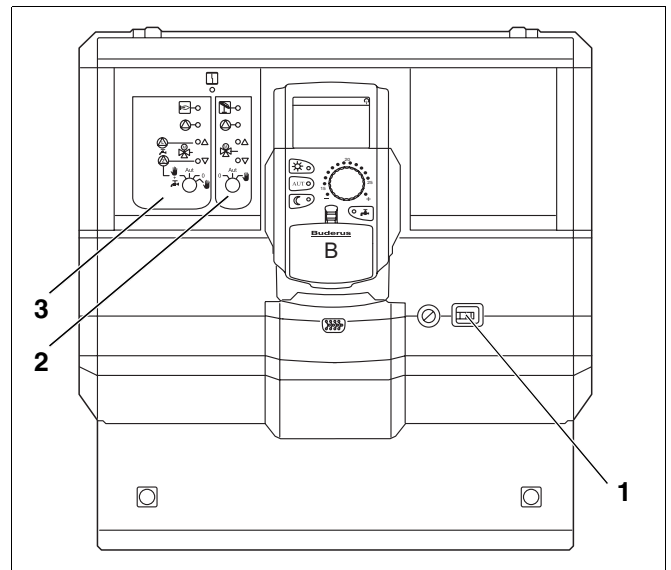

Рис. 1 Logamatic 4111
- Включите систему управления пусковым выключателем (рис. 1, поз. 1)
- Для отопительного контура 1 (при необходимости и контур горячей воды) (рис. 1, поз. 3) установите
- Для вторичного контура (рис. 1, поз. 2) установите